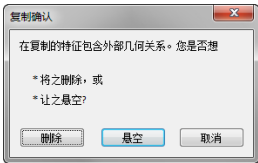

图 5-10 [复制确认]对话框
- 3. 如果特征具有限制其移动的定位尺寸或几何关系，则系统会出现一个对话框如图 5-10 所示询问对该操作的处理。